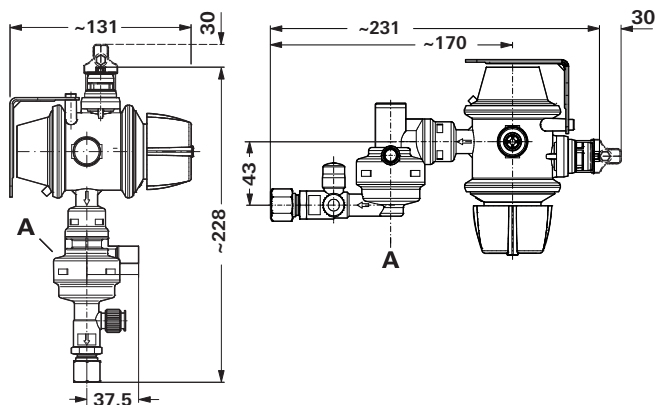

Fig. 3 Tutte le dimensioni sono espresse in mm. Figura non in scala.
- A seconda della versione, DuoControl CS deve essere installato in posizione verticale su una parete stabile o in posizione orizzontale sul soffitto del vano portabombole. L'**elemento di scatto** (fig. 3 – A) deve sempre trovarsi in **posizione verticale**.